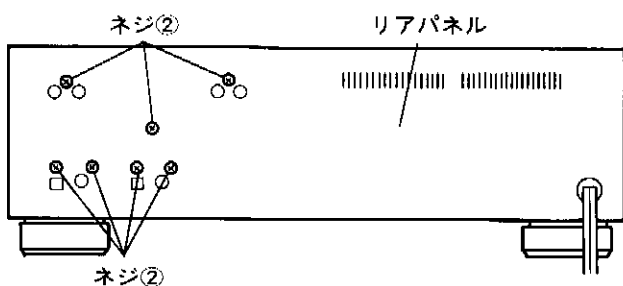

図 2
4. リアパネルの▼マークのネジ② (7個) を外す。(図2参照)